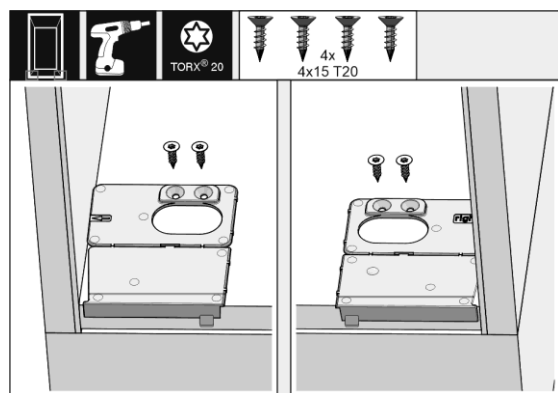

図17
- 取り付けブラケットを図17のようにキャビネット底板の機器設置面の左右に、ビスで固定します。